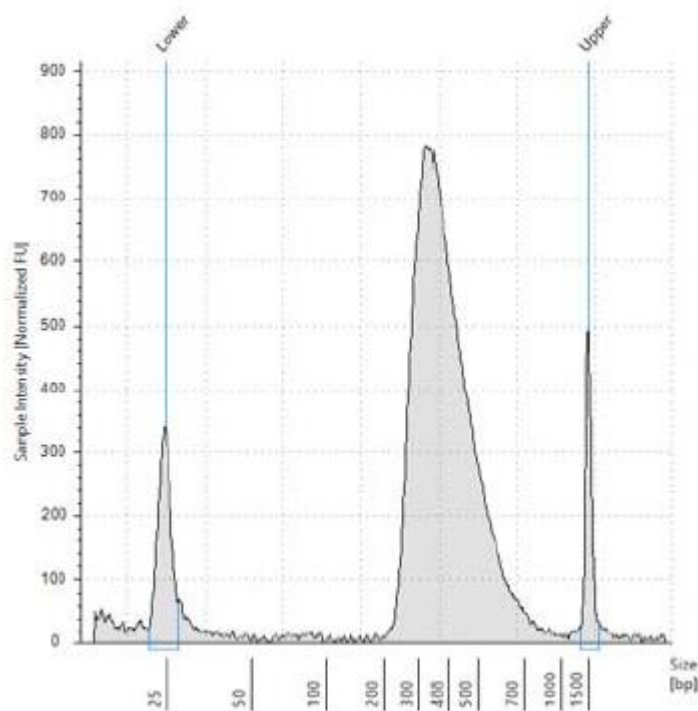
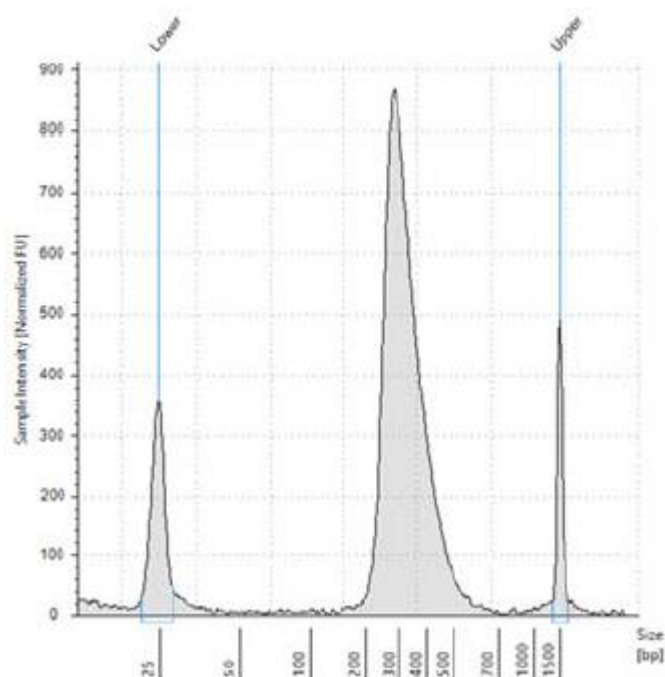

図 4 質の高い RNA サンプル(Human Reference total RNA)から調製された Post-capture ライブラリの High Sensitivity D1000 ScreenTape での泳動図
図 5 典型的な FFPE 由来 RNA サンプルから調製された Post-capture ライブラリの High Sensitivity D1000 ScreenTape での泳動図
3. エレクトロフェログラムで、DNA 断片長が想定されるサイズか確認します (ガイドラインは表 37 を参照してください)。質の高い RNA サンプル (図 4)、FFPE 由来サンプル (図 5) から調製したライブラリを TapeStation で泳動した例を示します。